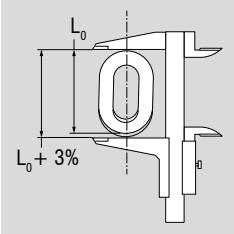

Abb. 10: Unzulässiger Verschleiß oder Dehnung an einem Kettenglied
- Unzulässiger Verschleiß oder Dehnung an einem Kettenglied liegt z. B. dann vor, wenn das Nennmaß der inneren Länge um 5 % überschritten ist. Dies entspricht einer äußeren Längung von 3 % (Abb. 10)